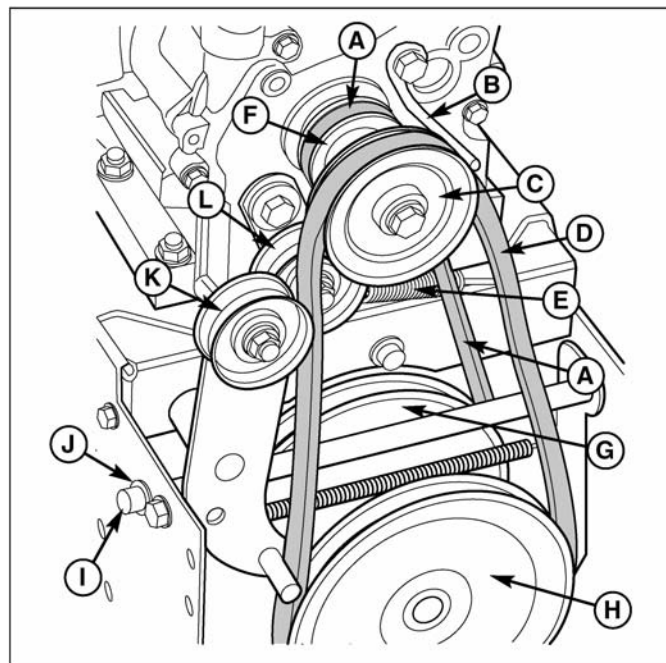

Рис. 29. Шкивы и ремни
5. Ослабьте направляющую ремня (В, рис. 29). Потяните направляющую в направлении от шкива шнека (А).
6. Потяните холостой шкив шнека (К) от ремня (D) и снимите ремень со шкива.
7. Снимите ремень привода шнека (D) со шкива двигателя. Чтобы снять ремень, шкив шнека (С) можно частично повернуть.
13. Снимите старый ремень привода шнека (D, рис. 29) со шкива крыльчатки. Замените ремень на оригинальный новый, приобретенный у дилера.
14. Установите новый ремень привода шнека (D) на шкив крыльчатки.
19. Установите ремень привода шнека (D, рис. 29) на шкив крыльчатки (H).
20. Установите ремень привода шнека (D) под холостой шкив (K).
3. Снимите пружину сцепления (Е, рис. 29).
4. Снимите стопорное кольцо (J, рис. 29) с одного конца оси качающейся пластины (I).